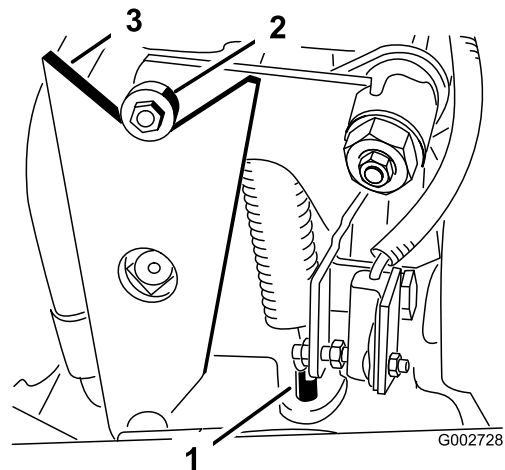

図 31
3. スプリング調整ピンのロックナットをゆるめ、ベアリングがレバーのカムから自由に回転できるように（(図 31)）する；これで、始動中にポンプシャフトが自由に回転できるようになる。